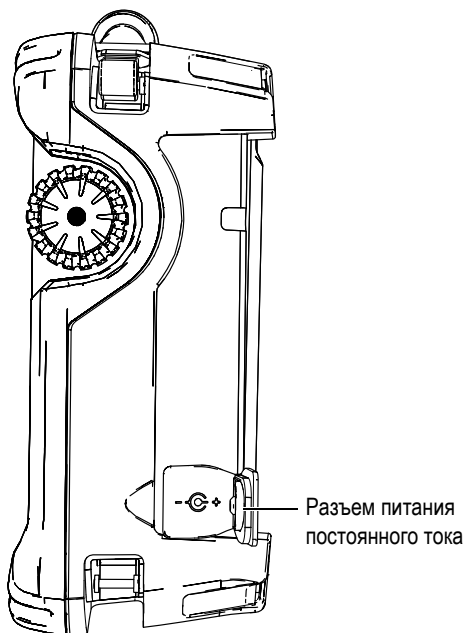

Рис. 3-4 Разъем питания постоянного тока OmniScan SX
2. На правой панели прибора OmniScan SX поднимите резиновую заглушку, закрывающую разъем питания постоянного тока (см. Рис. 3-4 на стр. 41).
3. Подсоедините адаптер питания постоянного тока к разъему питания постоянного тока OmniScan SX (см. Рис. 3-4 на стр. 41).